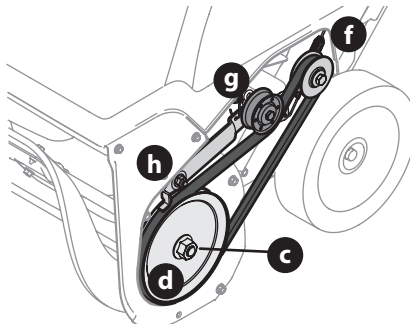

Figure 30
7. Pase la nueva correa de barrena alrededor de la polea de transmisión (f) y por debajo de la polea loca (g) (Figure 30).